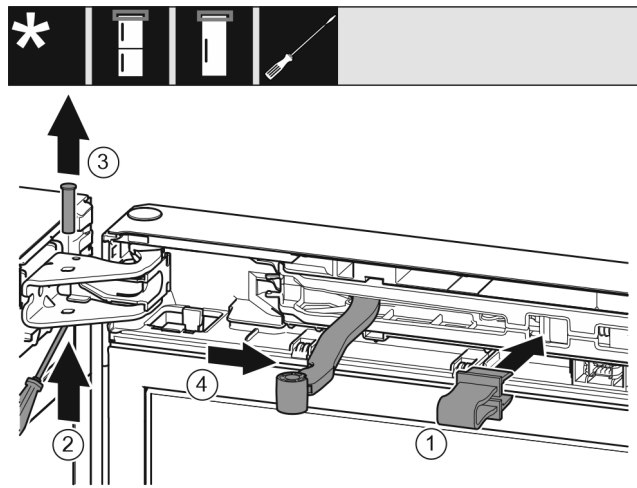

Fig. 9
- Varovalo zataknite v odprtino. Fig. 9 (1)
- Sornik potisnite ven z izvijačem. Fig. 9 (2)
- Sornik izvlecite v smeri navzgor. Fig. 9 (3)
- Zgibni del zavrtite v smeri vrat. Fig. 9 (4)